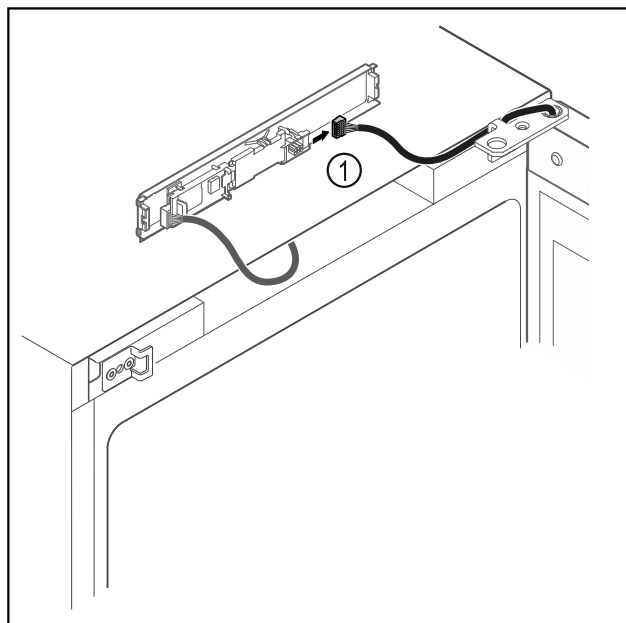

Fig. 12
- ▶ Извадете щекера Fig. 12 (1) от платката.